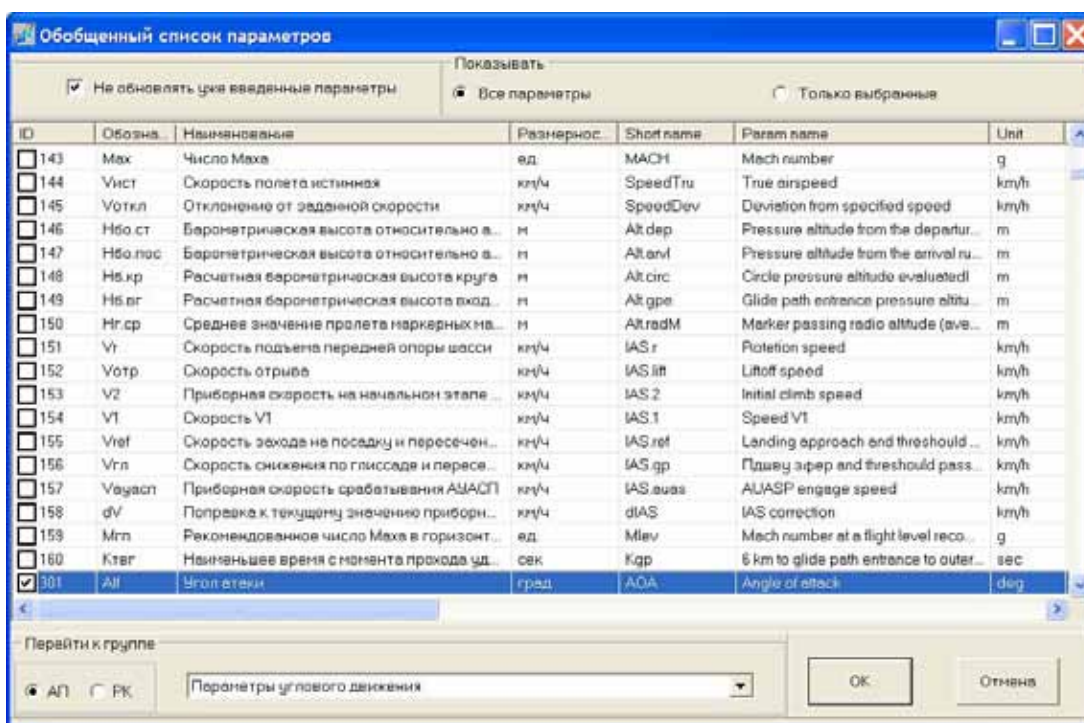

Рисунок 9.9
Добавление нового параметра в файл заголовка производится либо вручную, либо выбором из predetermined списка параметров. Рекомендуемым способом является выбор из списка, который появляется после нажатия кнопки **Общ. Список** (Рисунок 9.9).
***Примечание:** Каждый раз, когда Вы нажимаете кнопку **ОК** в окне **Обобщенный список параметров** (Рисунок 9.9) программа изменяет все атрибуты параметров, используя значения, определенные в списке. Чтобы сохранить изменения атрибутов параметров, сделанные ранее, необходимо отметить переключатель **Не обновлять уже введенные параметры**.*